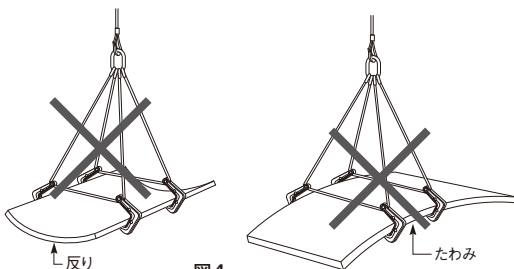

図4
(4) 以下の鋼板には使用出来ません。
① 大きな反りやたわみの発生する物。(図4)